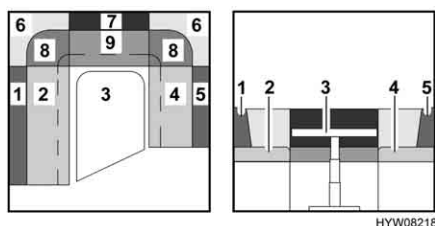

Fig. 60 Prima della trasformazione
- Rimuovere i cuscini dello schienale (Fig. 60,6 e 7) e collocarli sotto il tavolo.
- Trasformare il tavolo (Fig. 60,3) in struttura di supporto letto (vedi paragrafo 6.9).